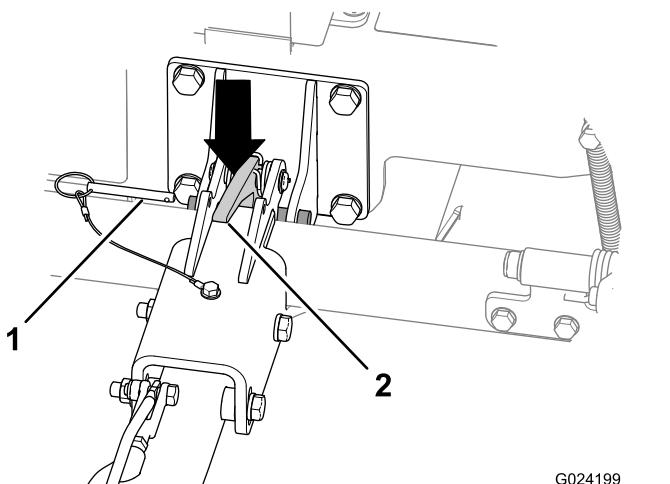

图28
A. 拔出锁定销 图28。
C. 向下推压挂钩闩锁以打开挂钩闩锁 图28。